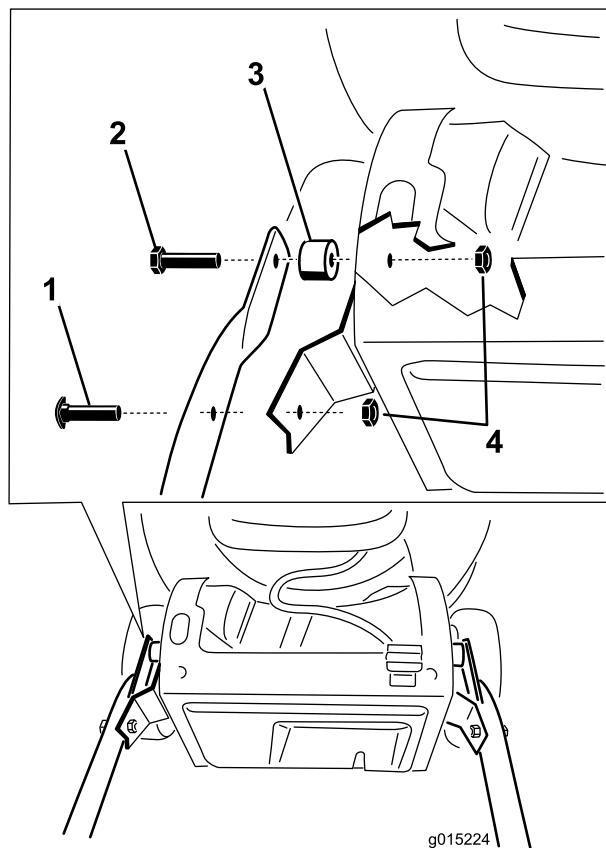

Figura 4
2. Montate la stegola sul piatto della macchina (Figura 4) con i 4 bulloni, i 4 dadi di bloccaggio e i 2 distanziali forniti nel sacchetto delle parti sciolte.